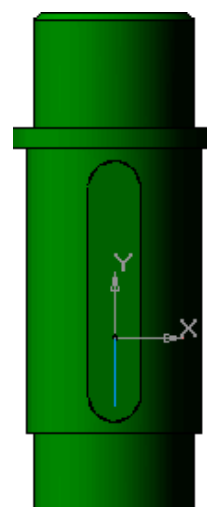

Рис. 2
6. В появившемся окне диалога задайте имя файла для хранения модели создаваемой детали – *Шпонка.т3d*. Нажмите на кнопку **Сохранить**. Система перейдет в режим редактирования детали на месте (в сборке), режим создания эскиза на выделенной грани (рис. 2).